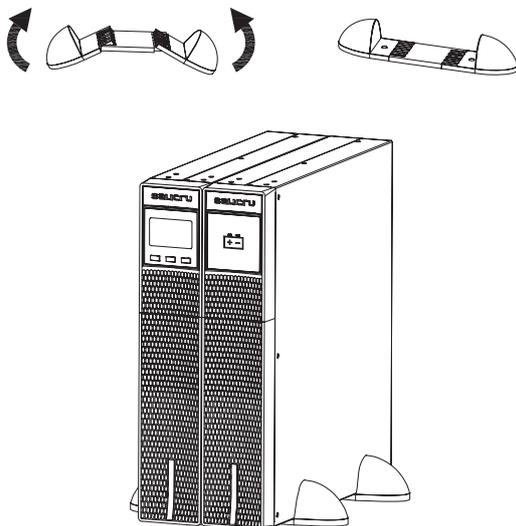

Fig. 7. Modelo en montaje vertical -tipo torre- con extensión autonomía (módulo de baterías).
- Colocar el SAI y el módulo de baterías de pie entre las dos bases (ver la Fig. 7) y a una distancia de 70 mm desde cada extremo, similarmente a como se muestra en la Fig. 7.